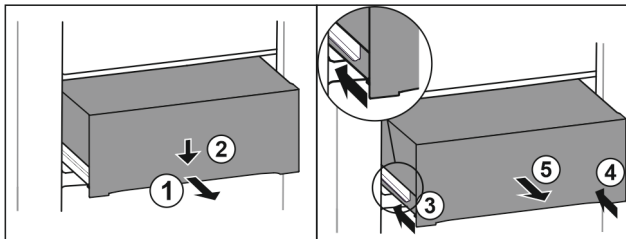

Fig. 151
- ▶ Predal izvlecite do polovice. Fig. 151 (1)
- ▶ Predal na sprednji strani potisnite navzdol. Fig. 151 (2)
- ▶ Levo vodilo potisnite približno 2 cm noter. Fig. 151 (3)
- ▶ Desno vodilo potisnite približno 2 cm noter. Fig. 151 (4)
- ▶ Predal vzemite ven v smeri naprej. Fig. 151 (5)